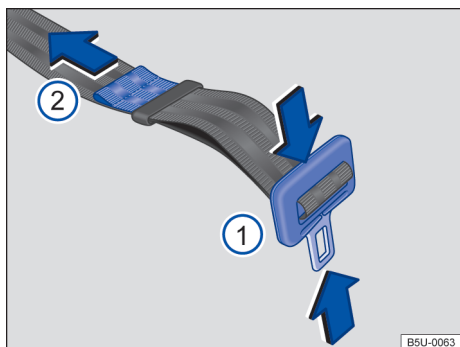

Fig. 31 Ajustar o cadarço do cinto de segurança subabdominal.
- Pressionar a lingueta na direção das setas → Fig. 31 ① e alongar totalmente o cinto de segurança.
- Apertar a lingueta contra o fecho do cinto de segurança e puxar a extremidade → Fig. 31 ② no sentido da seta, até atingir uma folga máxima de 5 cm (3 dedos) na região pélvica.